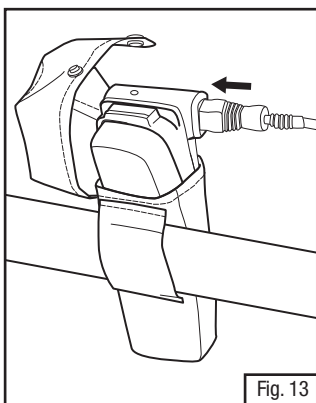

Fig. 13
6. Conecte el cable de corriente Breathe Easy™ al adaptador (Fig. 13). Encienda el motor con ventilador al mantener oprimido el botón del adaptador por 1/2 segundos. Cuando se haya encendido, la luz indicadora en el TR-659 debe centellear por aproximadamente un segundo y luego apagarse.